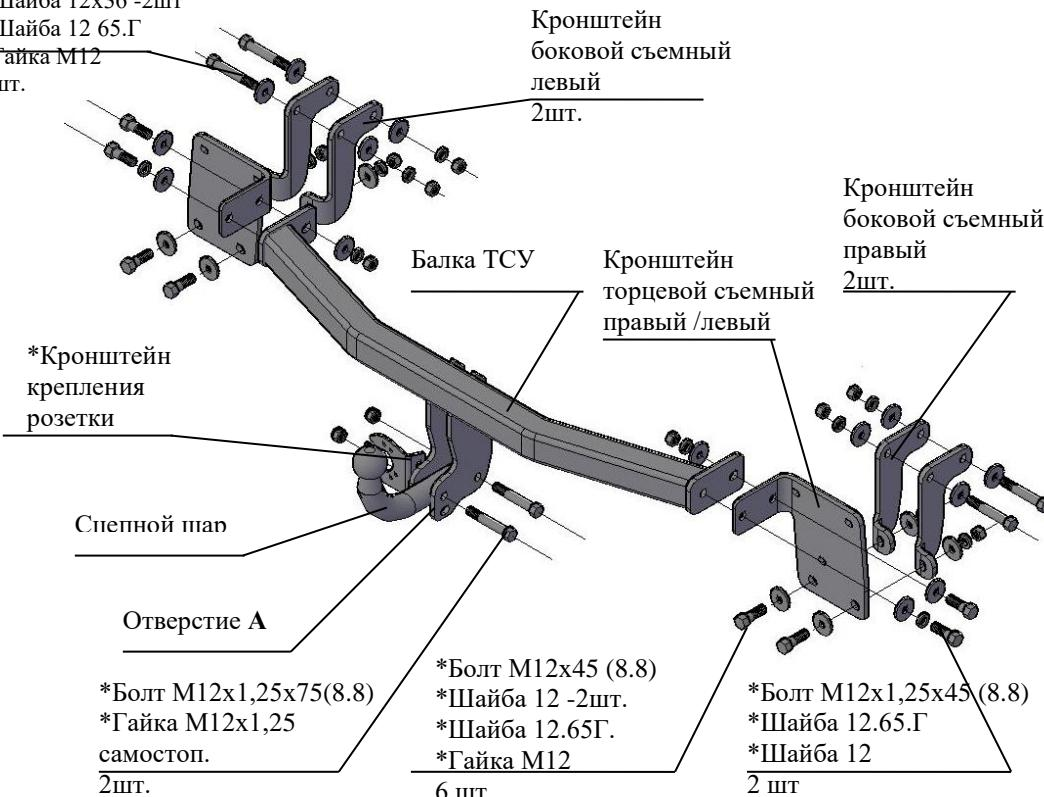

Рис.1 Тягово-сцепное устройство 7140
2.1 ТСУ 7140 в сборе (рис.1)	1 шт.
2.2 Пакет с комплектующими (см. рис.1) Задний колпак	1 шт.